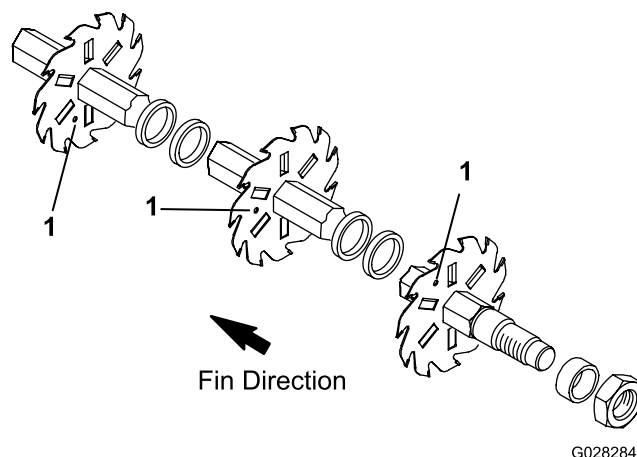

Figure 5
3. Montez la lame suivante dans le sens antihoraire de sorte que le trou de référence soit décalé d'un méplat de l'arbre par rapport au trou de la première lame (Figure 5). Poursuivez le montage des entretoises et des lames jusqu'à ce toutes les lames soient en place.